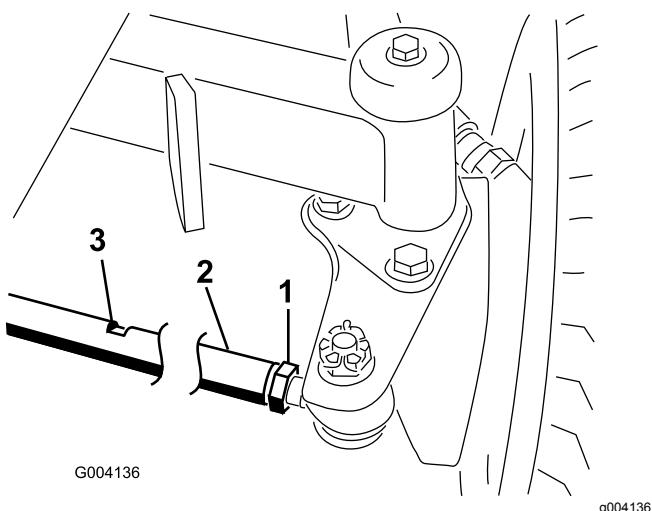

Figura 55
2. Desaperte a porca de bloqueio em cada extremidade da barra de direção (Figura 55).